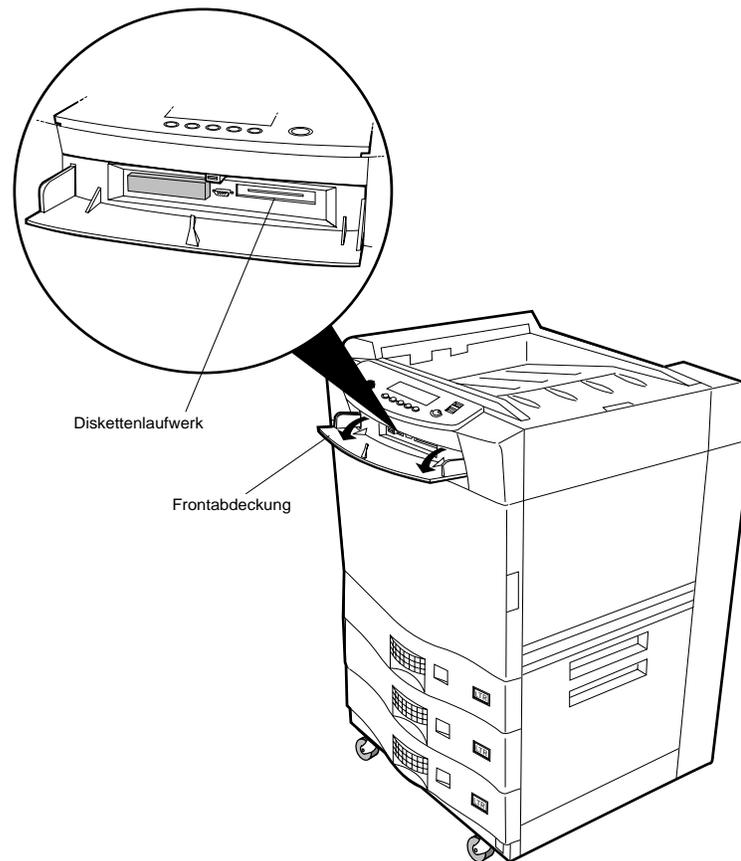

Abbildung 2-74 Diskettenlaufwerk
1. Klappen Sie die Frontabdeckung herunter; in Abbildung 2-74 sehen Sie das Diskettenlaufwerk.